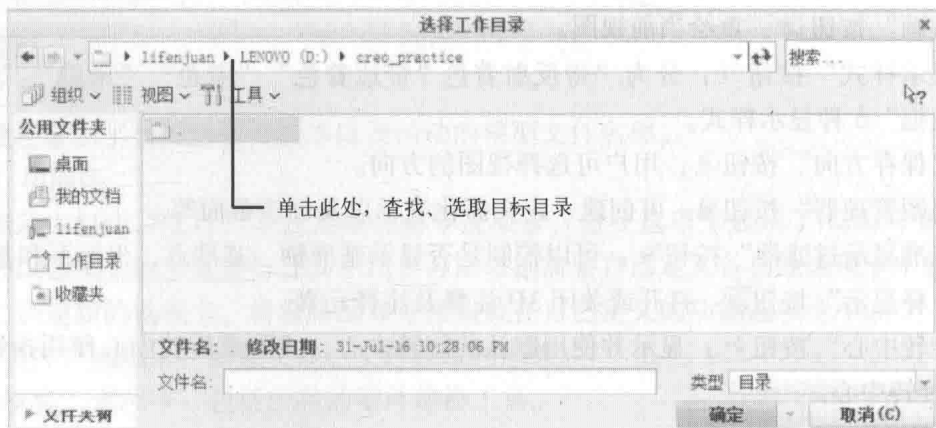

图 1-2-5 “选择工作目录”对话框
(2) 设置 Creo 工作目录
① 单击“选择工作目录”按钮，或者选择【文件】下拉菜单→【管理会话】→【选择工作目录】命令。
② 系统弹出“选择工作目录”对话框，如图 1-2-5 所示，选择 D 盘，在 D 盘中查找文件夹“creo_practice”，并选取目录“creo_practice”，单击对话框中“确定”按钮。